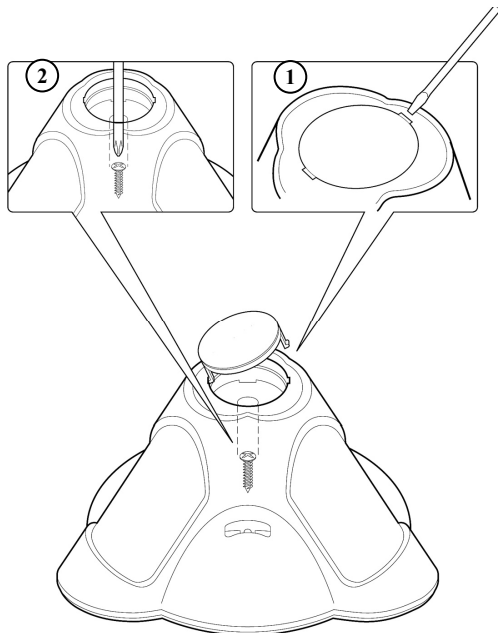

FIGURA 1
1. Para abrir el detector (**Figura 1**), quite la tapa insertando un destornillador (1) en el hueco entre la cubierta de protección del detector y la tapa. La tapa permanecerá sujeta a la base del detector.
2. Con un destornillador libere el tornillo de la tapa superior (2) y tire suavemente hacia arriba de la tapa superior del detector.